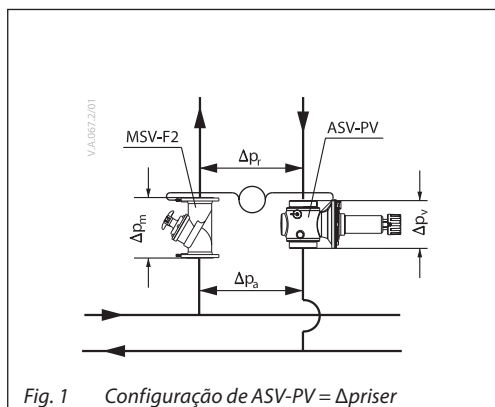

Fig. 1 Configuração de ASV-PV = Δp_{riser}
- válvula parceira fora do circuito de controle (Fig. 1). Configuração recomendada: resulta no melhor desempenho, já que toda a faixa de pressão controlada fica disponível ao ramal. A limitação de fluxo é feita em cada unidade terminal no ramal.